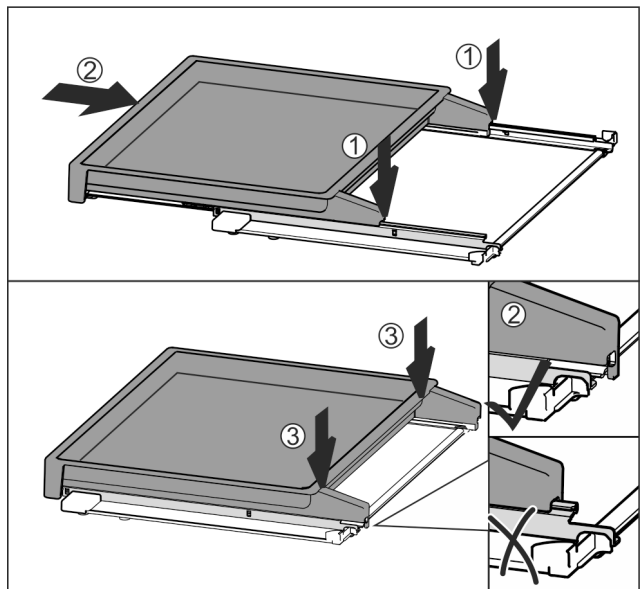

Fig. 79
- ▶ Поставете в средата върху релсите Fig. 79 (1).
- ▶ Вкарайте изцяло изтеглящата се дъска Fig. 79 (2).
- ▶ Натиснете от задната страна, докато се фиксира с щракване Fig. 79 (3).